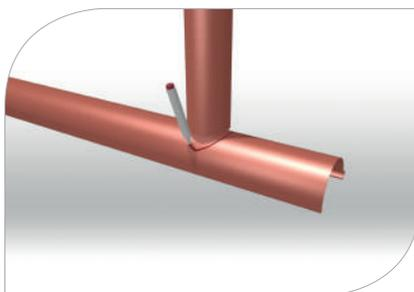

рис. 11
- 3.6 В том месте желоба, где будет установлена воронка, необходимо вырезать круглое отверстие диаметром равным диаметру водосточной трубы. Край отверстия загнуть по направлению отвода воды и обработать грунтовкой Galeco (**рис. 11, 12, 13**)